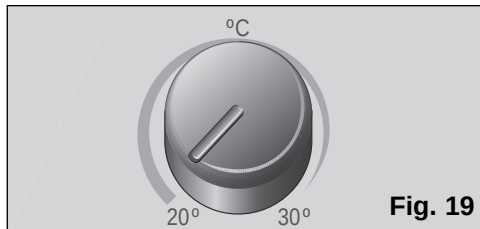

Fig. 19
- ☐ Coloque o termostato à temperatura desejada, **Fig. 19**. Se o equipamento se desligar automaticamente porque o quarto alcançou a temperatura seleccionada, será necessário esperar até que a temperatura ambiente suba 2-3°C para que entre novamente em funcionamento.